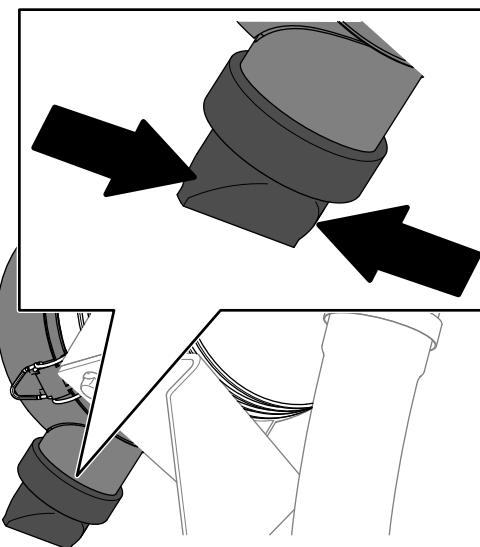

Рисунок 114
- Сожмите клапан удаления пыли (Рисунок 114).